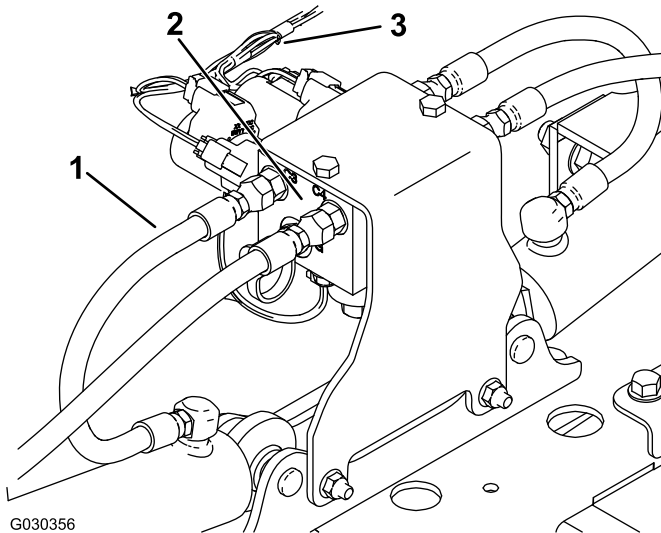

Figure 1
1. Débranchez le faisceau de câblage du bloc collecteur hydraulique (Figure 1).
2. Étiquetez les flexibles raccordés au bloc collecteur hydraulique et débranchez-les du bloc (Figure 1).